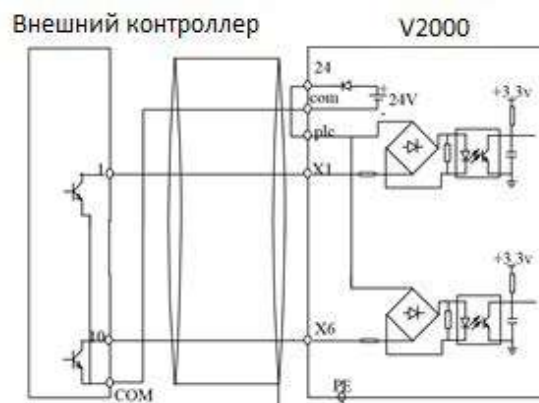

Рис. 3-8 Подключение с использованием внутреннего источника с ключами NPN
Дискретные входные клеммы внутри ПЧ включаются через мостовую схему, как показано на рис. 3-8. Клемма PLC является общей для DI1-DI6. Ток, протекающий через клемму PLC, может быть током подпитки (логический 0) и током питания (логическая 1). Подключение клемм DI1-DI6 гибкое и стандартное выглядит следующим образом:
- Используйте внешний источник питания 24 В (источник питания должен соответствовать UL CLASS 2 и иметь предохранитель 4А для подключения к клеммам), подключение осуществляется, как показано на рис. 3-8 (убедитесь, что клеммы OP и 24 В разъединены).